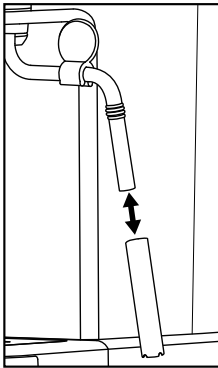

Bild 4
- 5) Dra av mjölkskummarens 10 hölje (bild 4) och rengör det noga i varmt vatten.
- 7) Sätt tillbaka höljet på munstycket igen (Bild 4).